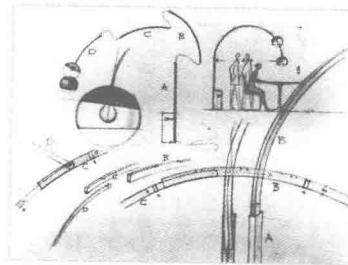

图 1-10 钓鱼灯设计草图
- **工业设计：**用草图表达设计概念、推敲机能结构、设计细节及场景展示等（如图 1-10 所示）。